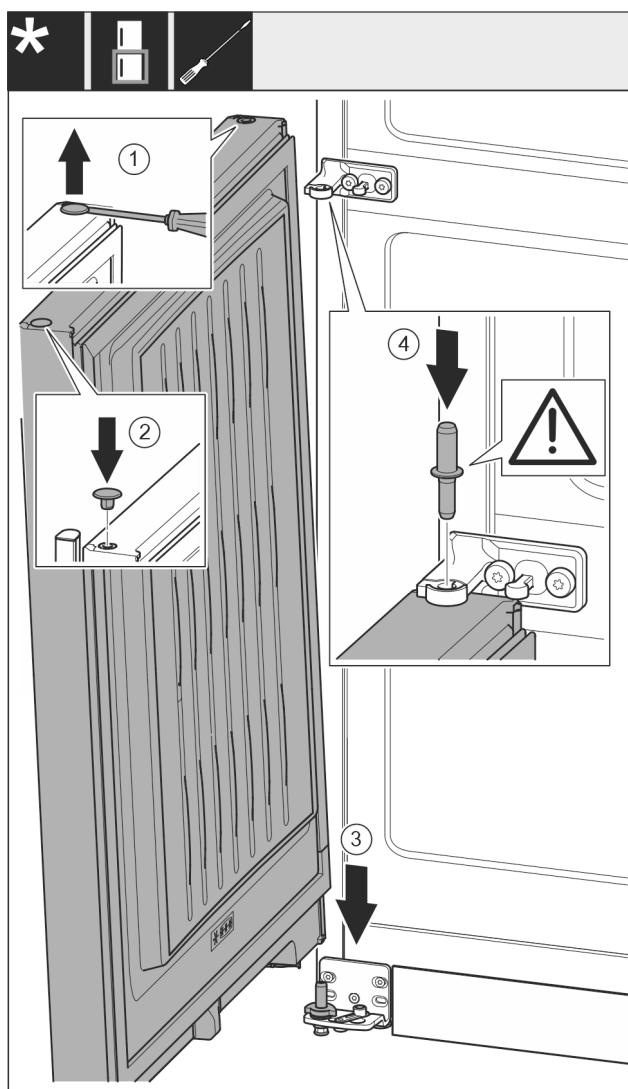

Fig. 19
- Kaištį atsargiai pakelkite išdrožiniu atsuktuvu ir jį ištraukite. Fig. 19 (1)
- Vėl įstatykite kaištį kitoje durų pusėje. Fig. 19 (2)
- Duris iš viršaus uždėkite ant apatinio atraminio varžto. Fig. 19 (3)
- Vidurinį atraminį varžtą pro vidurinę atraminę gembę įstatykite į apatinės duris. Atkreipkite dėmesį į tai, kad fiksavimo kumštelis būtų nukreiptas į galą. Fig. 19 (4)